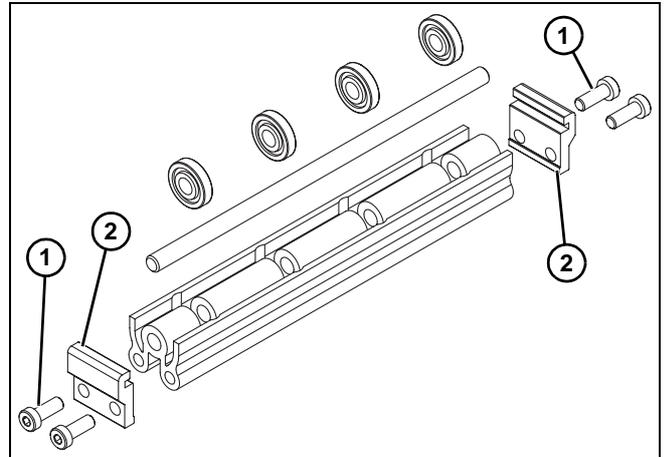

Figure 15
1. Groupier les rouleaux déflecteurs visibles sur la vue éclatée de la Figure 15.
2. Retirer les vis (Figure 15, élément 1) et les attaches (Figure 15, élément 2) de l'ensemble des rouleaux.